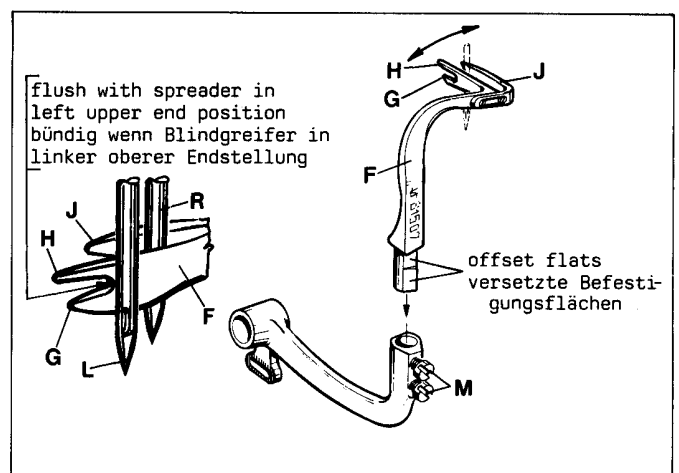
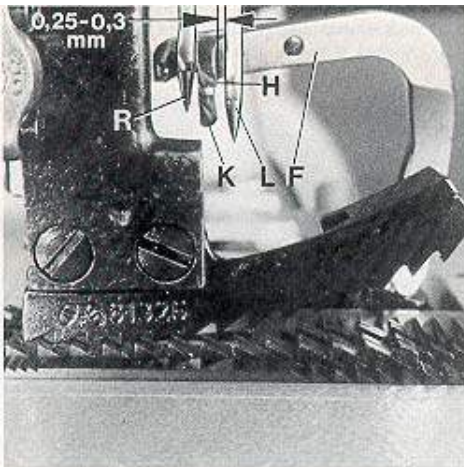

Fig.6
Fig.7
Before inserting a new spreader (F, Fig. 6) remove thread hook (J). This facilitates the visual check of the adjustment.
For adjustment of spreader (F, Figs. 6 and 7) with respect to the needles (L and R), the shank of spreader (F) has two offset flats.
First snug one screw (M, Fig. 6) on the flat of the spreader shank which obtains the following position of the spreader: When rotating the handwheel in operating direction spreader (F, Fig. 7) should pass with the tip of its upper prong (H) in a distance of 0.25 to 0.3 mm (.010 to .012") behind the left needle (L) and its face (K) should not contact the front of the right needle (R). Now tighten the second screw (M, Fig. 6).
In the extreme left upper end position of spreader (F, Fig. 6) la parte inferior del corte entre las tenazas del looper (G y H) should be flush with the left side of the left needle (L).
Remount thread hook (J, Fig. 6) on spreader (F).
Antes de colocar el nuevo spreader (F, Fig. 6) retire el gancho retenedor del hilo (J). Esto permite visualizar mejor el ajuste.
Para ajustar el spreader superior (F, Figs. 6 y 7) con respecto a las agujas (L y R) el cuello del spreader (F) tiene dos superficies planas.
Primero acomode un tornillo (M, Fig. 6) contra la parte plana del cuello del spreader, con lo cual se alcanzará la siguiente posición del spreader: Cuando se gire el volante en dirección de costura, el spreader (F, Fig. 7) debe pasar con la punta de su tenaza (H) a una distancia de 0.25 a 0.3 mm por detrás de la aguja izquierda (L) y su cara (K) no debe tocar el frente de la aguja derecha (R). Apriete el segundo tornillo (M, Fig. 6).
En la extrema posición superior izquierda del spreader (F, Fig. 6) la parte inferior del corte entre las tenazas del looper (G y H) debe estar al nivel del lado derecho de la aguja izquierda (L).
Monte de nuevo el gancho retenedor del hilo (J, Fig. 6) en el spreader (F).